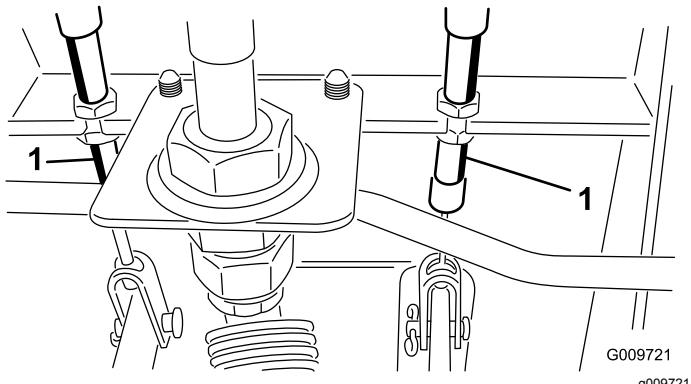

図 104
A. ブレーキケーブル図 104 の端にある前ナットをゆるめる。